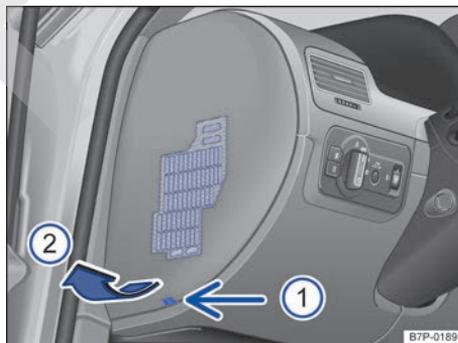
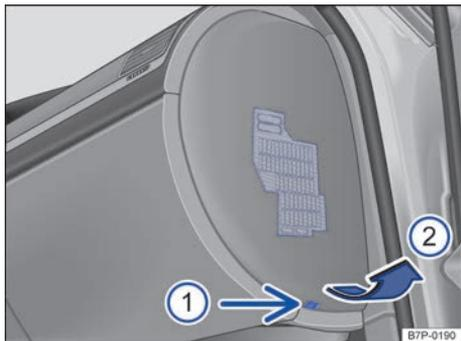

Fig. 231 En el lado izquierdo del cuadro de instrumentos: retirar la cubierta de la caja de fusibles. ▶
Fig. 232 En el lado derecho del cuadro de instrumentos: retirar la cubierta de la caja de fusibles.
- Encaje un objeto plano, por ejemplo, el destornillador de las herramientas de a bordo, en el rebaje → fig. 231 ① o → fig. 232 ① y desmonte la cubierta haciendo palanca con cuidado en el sentido de la flecha ②.